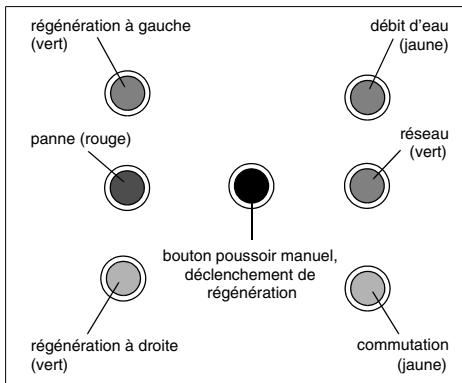

Fig. 14 : Lampes-témoins, bouton poussoir manuel
- les lampes-témoin de la commande électronique (pour cela enlever le capot de la tête de commande). En cas de défaut, la LED rouge clignote (cf. fig. 14).